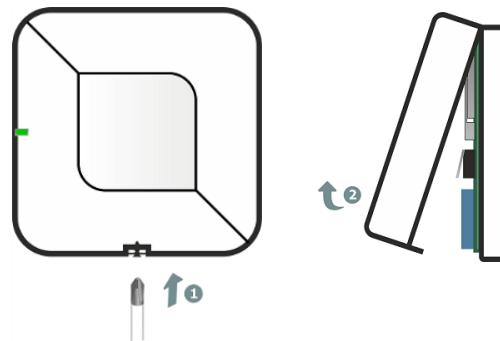

Рисунок 6.2 – Вскрытие корпуса ретранслятора
2. С помощью индикации на ретрансляторе. Для этого вскройте корпус ретранслятора, если он был закрыт (см. рисунок 6.2), и дважды нажмите на кнопку тампера (3, рисунок 2.1). Посмотрите на индикатор ретранслятора. Соответствие уровня связи и индикации представлено в таблице 8.1.
1. Вскройте корпус ретранслятора, если он был закрыт (см. рисунок 6.2).
- 2) С помощью кнопки тампера (3, рисунок 2.1). Для этого вскройте корпус ретранслятора (см. рисунок 6.2) и полностью обесточьте ретранслятор на 30 секунд (отключите АКБ и блок питания). Зажмите кнопку тампера и подключите питание обратно, соблюдая указанную полярность. Удерживайте кнопку тампера, пока ретранслятор запускается (индикатор ретранслятора быстро мигает красным и зеленым цветами по очереди). Отпустите кнопку тампера и последовательно нажмите на нее не менее 5 раз с интервалом 0,5 – 1 сек. между нажатиями. Ретранслятор удален, если его индикатор начал мигать голубым раз в секунду (индикация режима связывания).